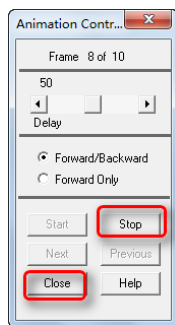

图 10-37 动画显示控制工具条
④如果想停止动画，单击“Utility Menu”右上角的小按钮，弹出“Animation Contr...”工具条，如图 10-37 所示，单击“Stop”按钮或者“Close”按钮。
④ 如果想停止动画，单击“Utility Menu”右上角的小按钮，弹出如图 10-37 所示工具条，单击“Stop”按钮或者“Close”按钮。
⑤ 读入第八阶振型：Main Menu > General Postproc > Read Results > By Set Number，